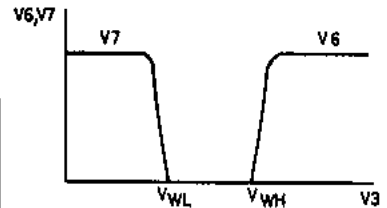

図1 同期検出回路入出力特性
- コンパレートレベル (V₃) に対する真理値表を 表1 に、入出力特性を 図1 に示す。